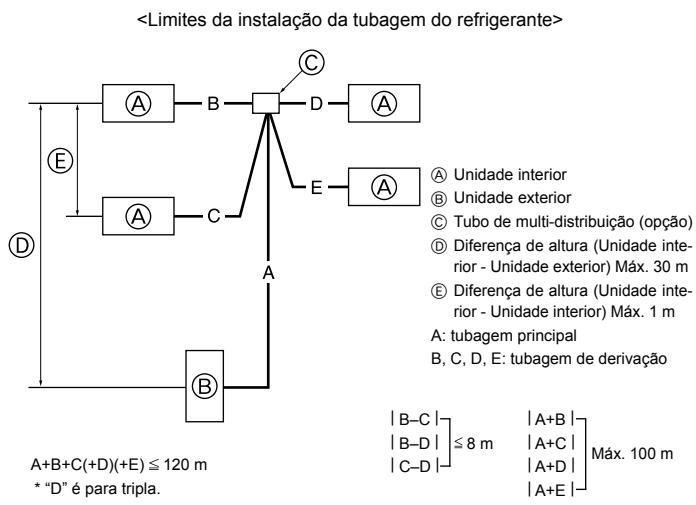

Fig. 4-9
4.8. Para a combinação dupla/tripla/quádrupla (Fig. 4-9)